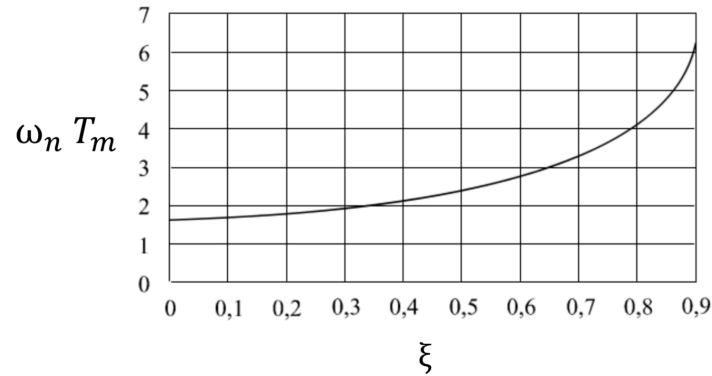

Рис. 3: Tracé de la fonction $\omega_n T_m = f(\xi)$.
- 15- Tracer la réponse indicielle (entrée échelon unité) de $F_{bf}(p)$ et déduire le temps de montée T_m . Comparez la valeurs T_m trouvée graphiquement avec celle pouvant être calculée en se basant sur Fig.3